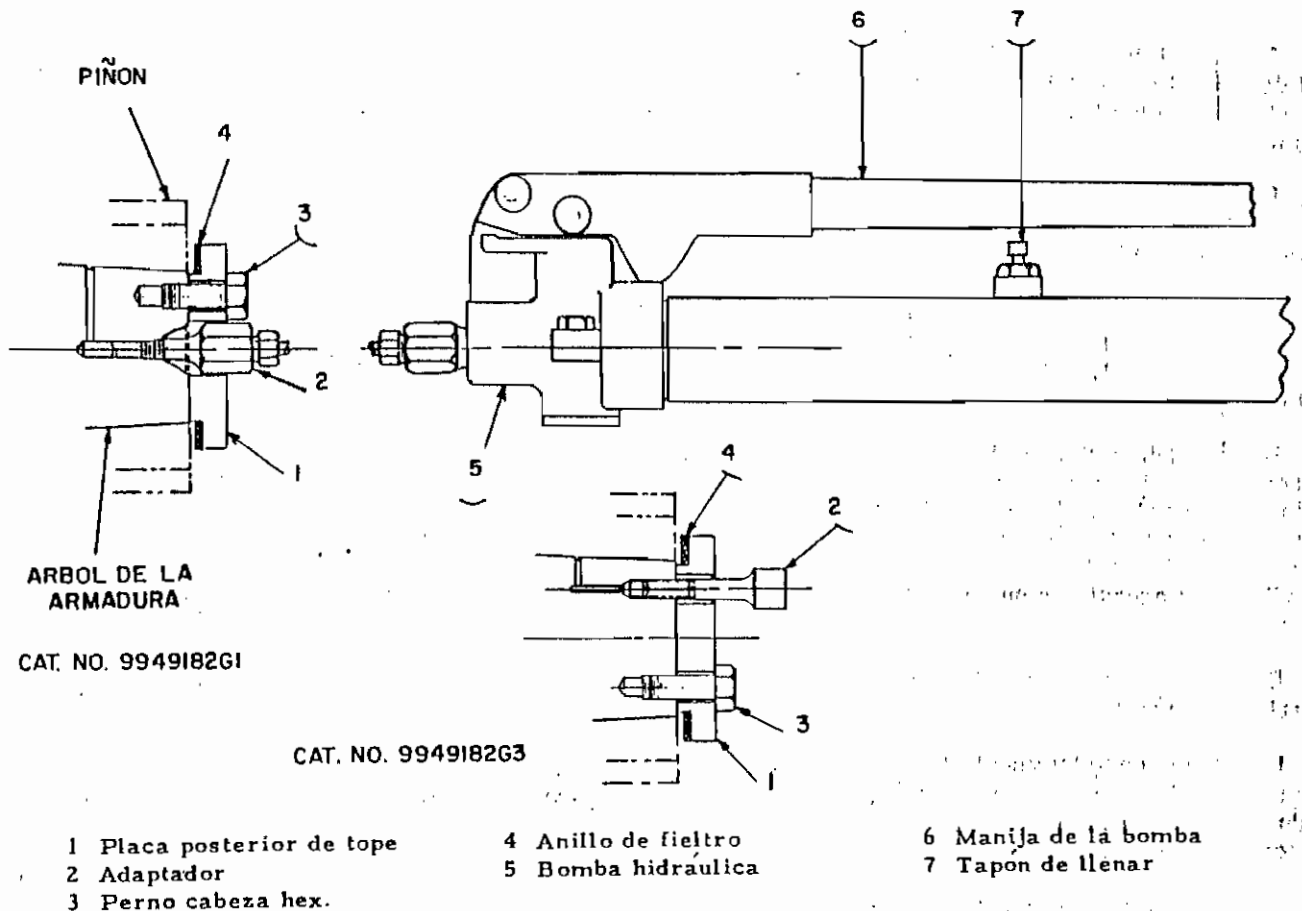

Fig. 10. Extractor hidráulico del piñón
actualmente tienen este orificio localizado entre los diámetros central y exterior del área de ajuste del plñón (véase la Fig. 10).
2. Instálense la bomba hidráulica, atornillando el conector situado en el extremo del tubo de presión dentro del adaptador (véase la Fig. 10).